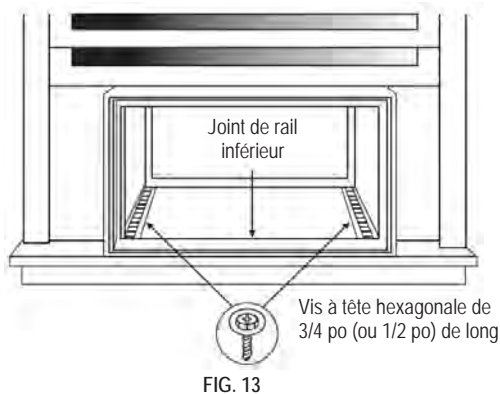

FIG. 13
5. Ajoutez le joint de rail inférieur sur la vis dans le rebord de fenêtre. (Voir la figure 13 à la page suivante.)